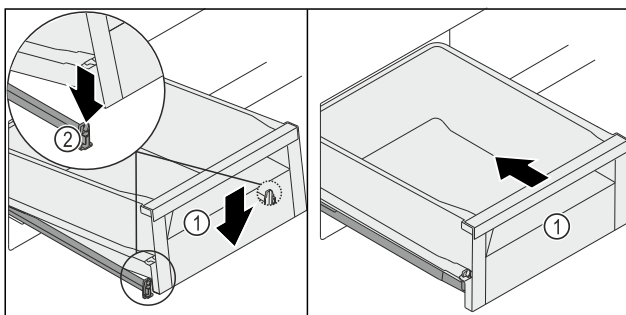

Fig. 125
- Schubfach Fig. 125 (1) vorne absenken, so dass das Schubfach links und rechts in die Klemme Fig. 125 (2) rutscht.
- Schubfach Fig. 125 (1) rastet hörbar ein.
- Schubfach Fig. 125 (1) einschieben.